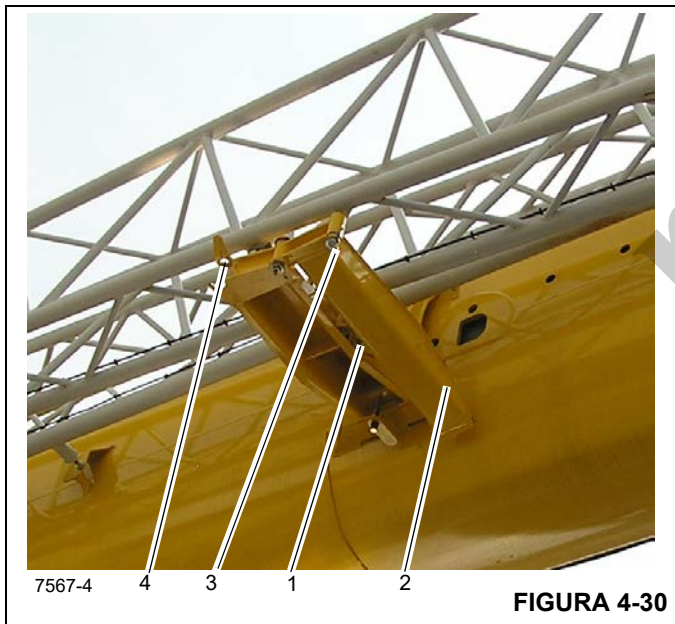

FIGURA 4-30
4. Solte a trava de mola (1) (Figura 4-30). Desdobre a rampa de subida (2) até que o pino de travamento (3) prenda na aba (4).